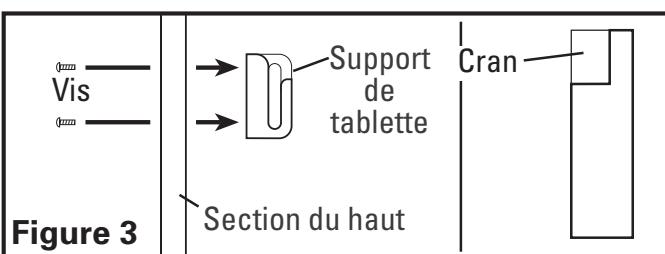

Figure 3
3. **Tablettes optionnelles :** Avant d'installer la section du dessus du dossieret, les supports de tablettes et les tablettes doivent être installés. Installer un des supports extérieurs de tablette en le fixant de l'arrière du dossieret avec les vis comprises, au travers des trous pré-percés. Assurez-vous que le côté cranté du support fait face vers l'extérieur (**Figure 3**).